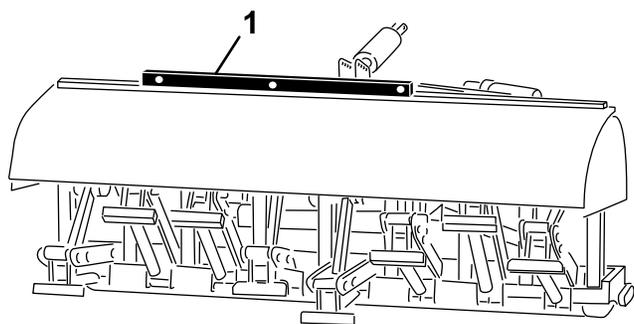

図 23
2. エアレータのフレームの上部に水準器を左右方向に置いて水平度を点検する(図 23)。